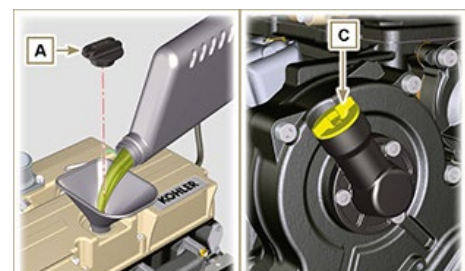

Fig. 5.2
4. Vuelva a enroscar el tapón **A** y/o **C** (Fig. 5.2).